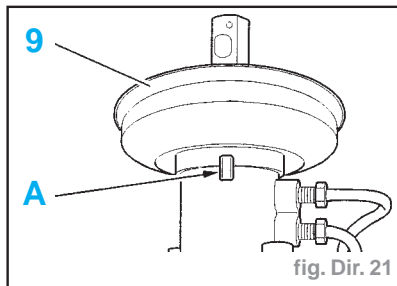

fig. Dir. 21
- les goujons (8)
- Contrôler le bon positionnement du joint (9) sur le bossage (A) (fig. Dir. 21).